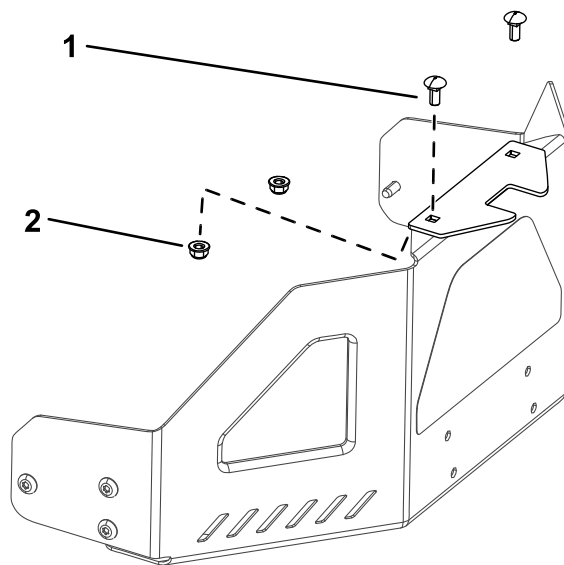

Figure 5
1. Fixez le support de stabilisation à la protection du moteur au moyen de 2 boulons de carrosserie (5/16" x 3/4") et 2 contre-écrous (5/16") (Figure 5).